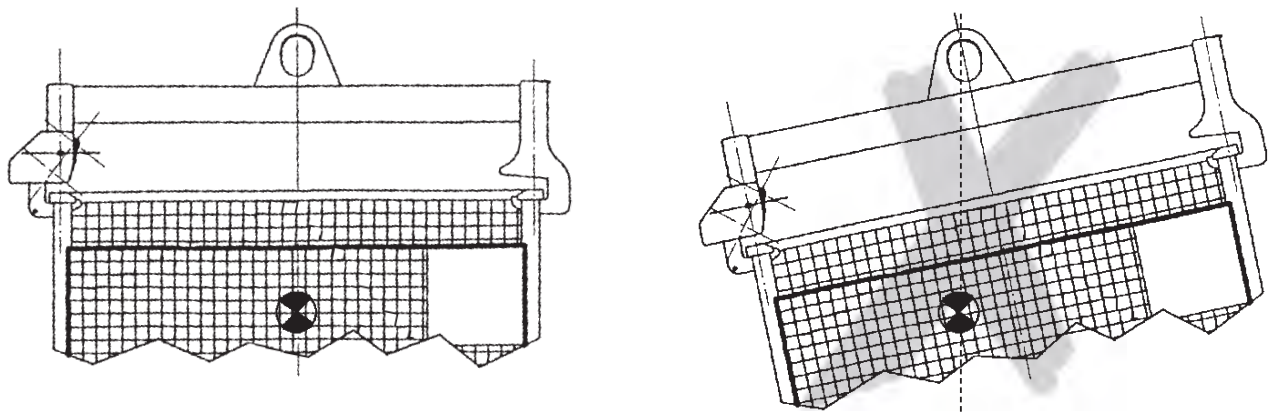

Fig. 2
- El centro de gravedad de la carga que se va a elevar debe estar siempre situado bajo la anilla de suspensión del balancín en dirección perpendicular (Fig. 2). Si el centro de gravedad no está debajo de la anilla de suspensión, se obtendrá una inclinación no permisible de más de 6° cuando la carga sea elevada.
- Si el centro de gravedad de la carga que se va a levantar no está debajo de la anilla de suspensión, esto dará como resultado una inclinación no permisible del balancín (Fig. 2). El ángulo de inclinación máximo permisible del balancín es de 6°.